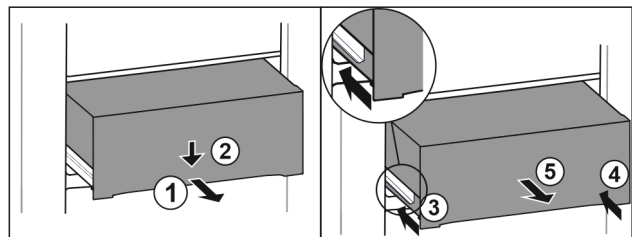

Fig. 151
- ▶ Zásuvku napůl vytáhněte. Fig. 151 (1)
- ▶ Stlačte zásuvku na přední straně dolů. Fig. 151 (2)
- ▶ Zasuňte levou kolejničku přibližně do 2 cm. Fig. 151 (3)
- ▶ Zasuňte pravou kolejničku přibližně do 2 cm. Fig. 151 (4)
- ▶ Vyjměte zásuvku dopředu. Fig. 151 (5)